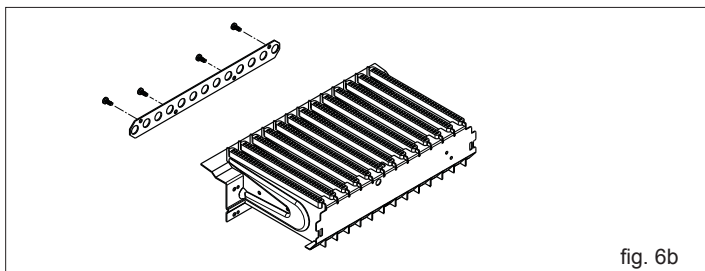

fig. 6b
se trattasi di trasformazione da gas metano o aria propano a GPL, fissare la flangia bruciatore contenuta nel kit utilizzando le relative viti (fig. 6b)
- se trattasi di trasformazione da gas GPL a metano o a aria propano, rimuovere la flangia bruciatore (fig. 6b)